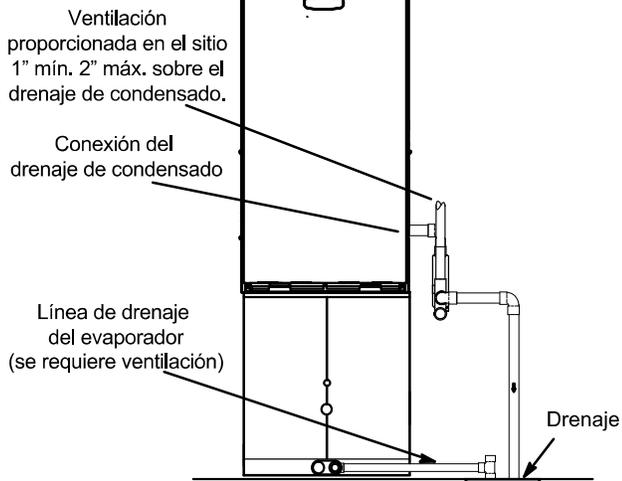

Figura 46
- 5 - La Figura 46 muestra el calefactor y el serpentín del evaporador usando un drenaje separado. Si es necesario, la línea de condensado del calefactor y del serpentín del evaporador se pueden drenar juntas. Ver las Figuras 47 y 48. La ventilación proporcionado en el sitio debe ser de un largo mínimo de 1" hasta un largo máximo de 2" arriba de la conexión de la salida de drenaje de condensado.